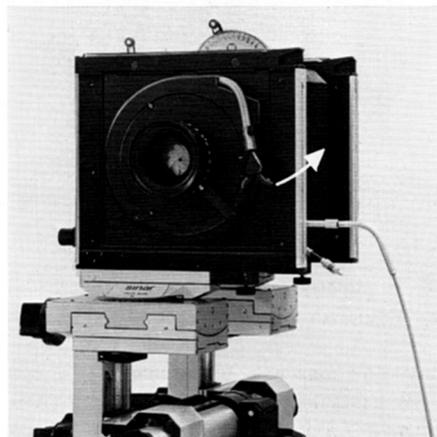

Fig. 13
Dégager le câble flexible de la position prévue pour le transport (fig. 13).
- Pour ranger dans la mallette de l'appareil la planchette d'objectif avec la commande de diaphragme, il faut d'abord régler le diaphragme sur sa plus petite ouverture, puis placer le câble flexible derrière le crochet de sécurité (fig.13).